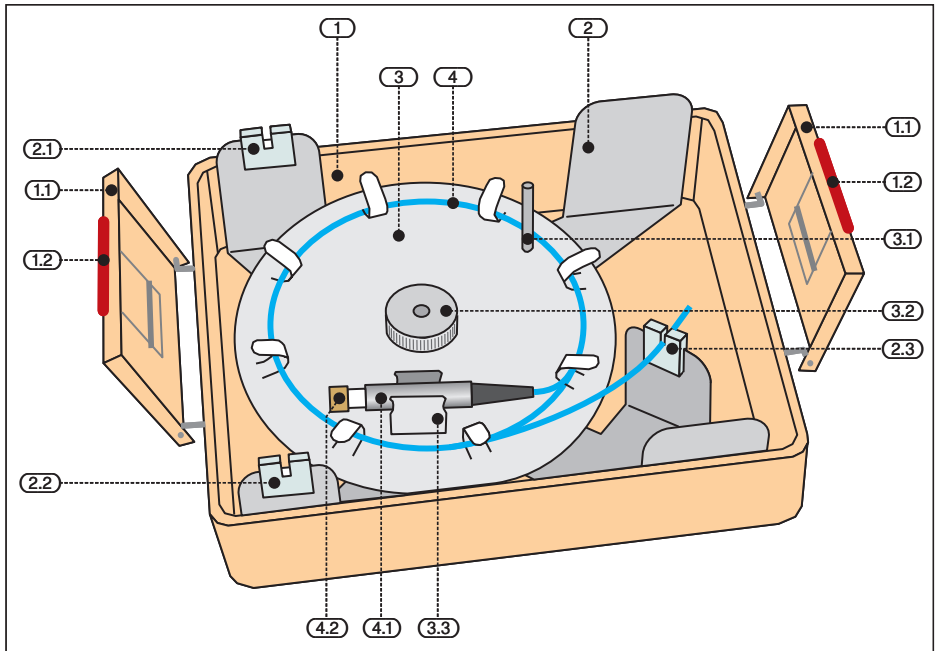

Abb. 2: Einzelkomponenten des Fibersaver
- 1** Setzen Sie den Faserstecker (4.1) in die Halteklammer (3.3) ein wie in Abb. 2 gezeigt.